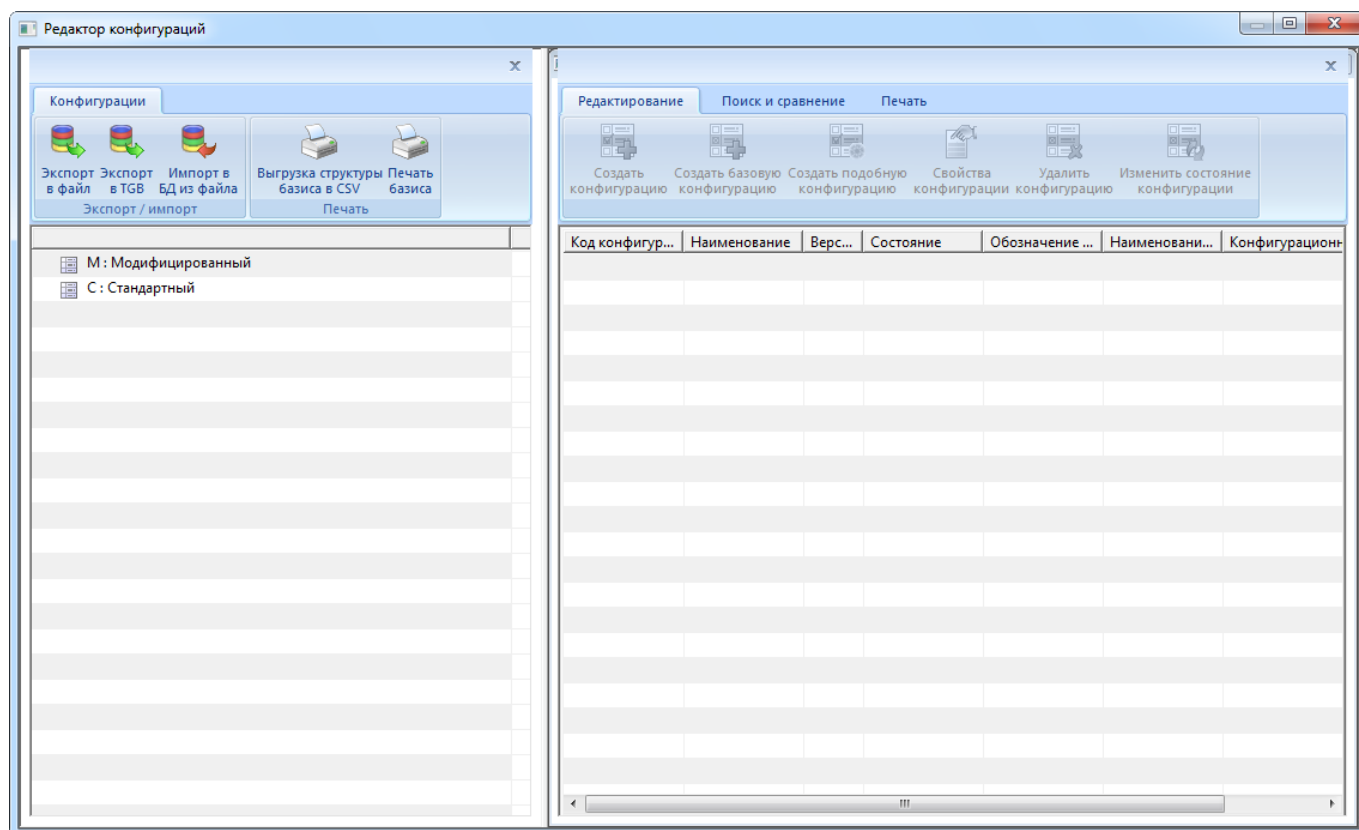

Рис. 10-198 – Окно редактора конфигураций
- 1) Нажать кнопку «Конфигурации» панели «Управление конфигурацией» функциональной вкладки «Применяемость» (рис. 10-198).